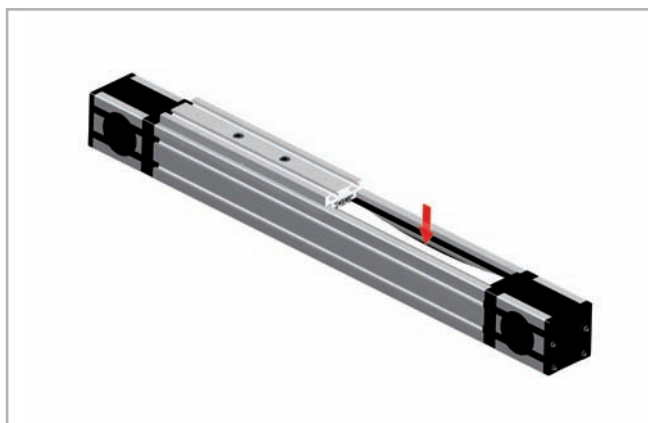

Fig. 40
2. Premere leggermente la cinghia a metà percorso per poter vedere la guida interna (vedi fig. 40). Eventualmente è necessario rilasciare o allentare la tensione della cinghia. Vedi capitolo Tensione della cinghia (vedi pag. US-63).